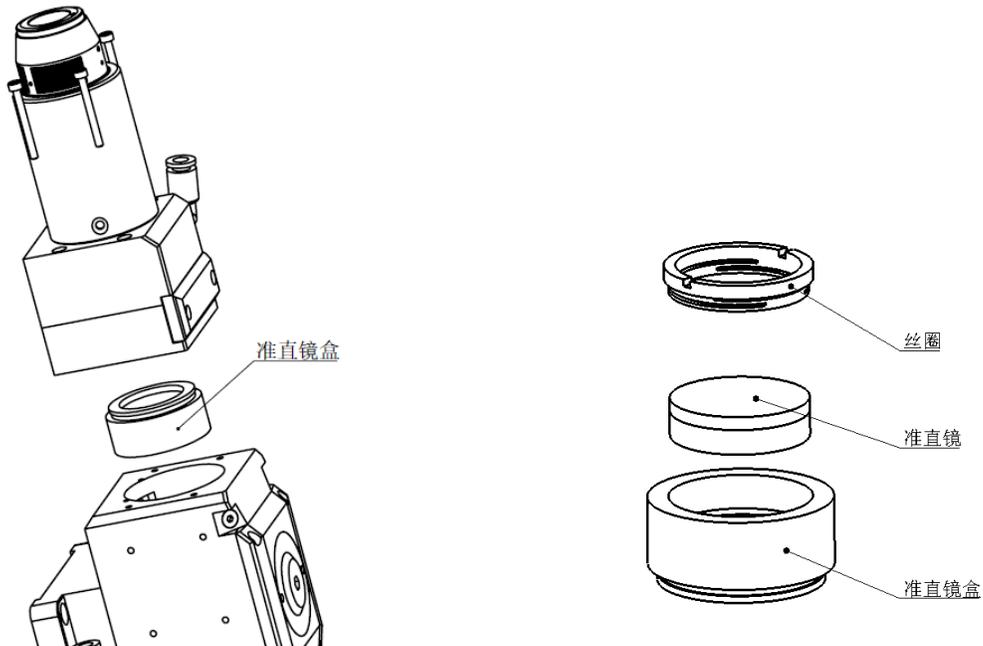

图 13 A200MS 激光头准直镜盒示意图
- (1) 拆下激光头，移至洁净场所，清理干净激光头表面所有灰尘；
- (2) 用3mm的内六角扳手拧开准直组件的锁紧螺钉（如图13所示），与准直组件连接的部分用美纹纸封好，防止灰尘调入；
- (3) 用拆镜工具拧出准直镜盒，用拆镜工具取下弹簧压圈和准直镜；
- (4) 清洁或更换准直镜片；